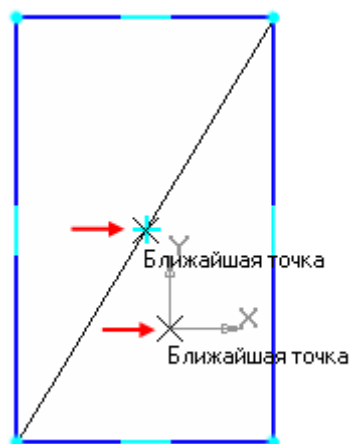

Рисунок 12.
- Укажите начало координат эскиза и точку на диагонали прямоугольника. Центр прямоугольника переместится в точку начала координат (рис. 12).